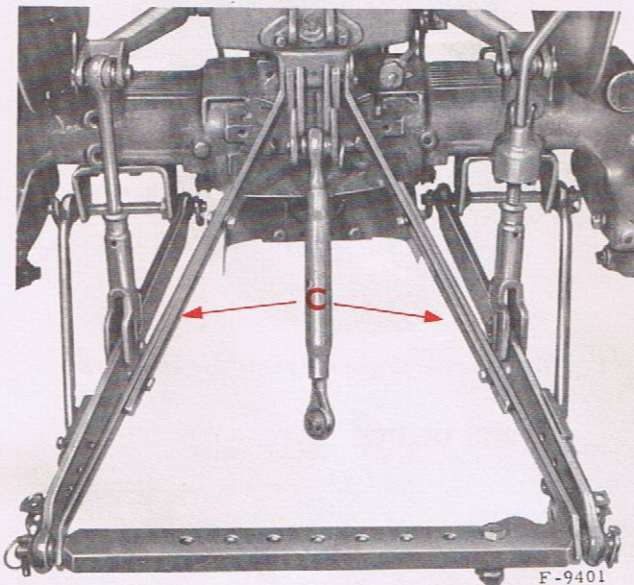

Fig. 37. — Raidisseurs de barre d'attelage 3-points
Ces raidisseurs (C) (figure 37) qui peuvent être commandés séparément servent à maintenir fixe la hauteur désirée de la barre d'attelage 3-points. Ils s'adaptent de part et d'autre du support du 1er point et aux extrémités de la barre d'attelage à l'intérieur des maillons inférieurs.